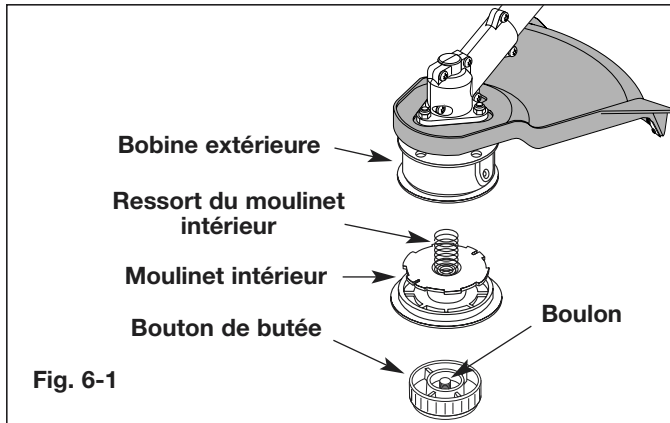

Fig. 6-1
1. Tenez la bobine extérieure d'une main et dévissez le bouton de butée vers à droite (Fig. 6-1). Inspectez le boulon à l'intérieur du bouton de butée pour vous assurer qu'il se déplace librement. Remplacez le bouton de butée s'il est endommagé.
2. Retirez le moulinet intérieur de la bobine extérieure (Fig. 6-1).
3. Retirez le ressort du moulinet (Fig. 6-1).
2. Retirez l'ancien moulinet intérieur de la bobine extérieure (Fig. 6-1).
3. Retirez le ressort de l'ancien moulinet intérieur (Fig. 6-1).